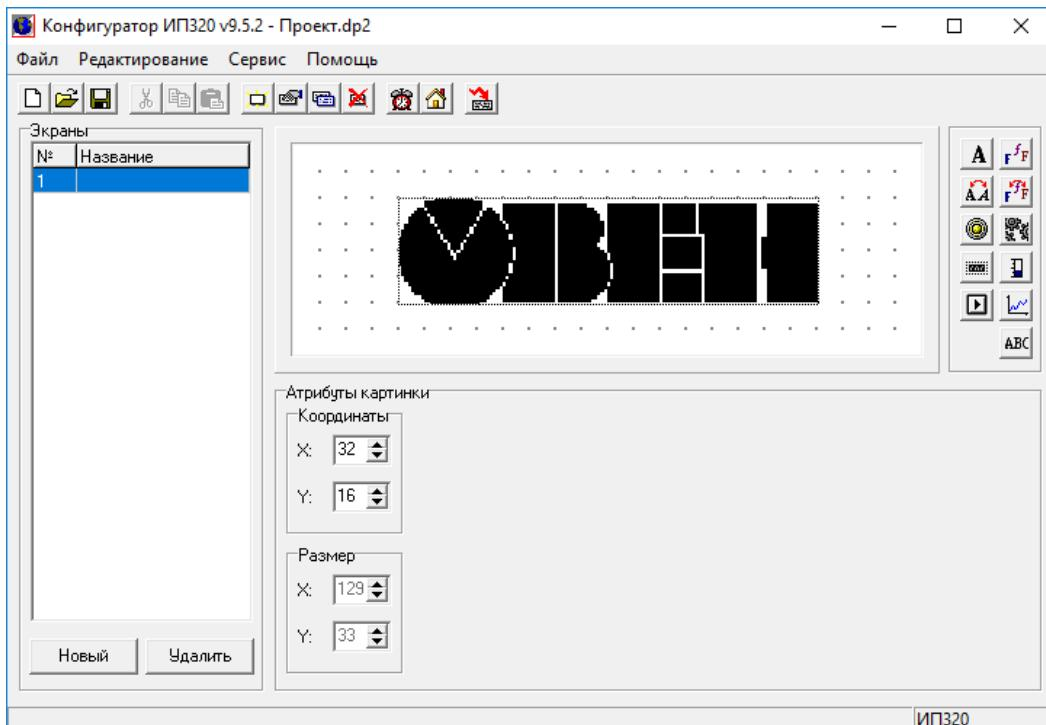

Рисунок 4.18 – Рисунок
1. Нажать кнопку  . Откроется стандартное окно выбора файла. В этом окне нужно выбрать требуемый файл, заранее созданный в графическом редакторе, и нажать кнопку «Открыть». Выбранный рисунок отобразится в области редактирования экрана (см. рисунок 4.18).